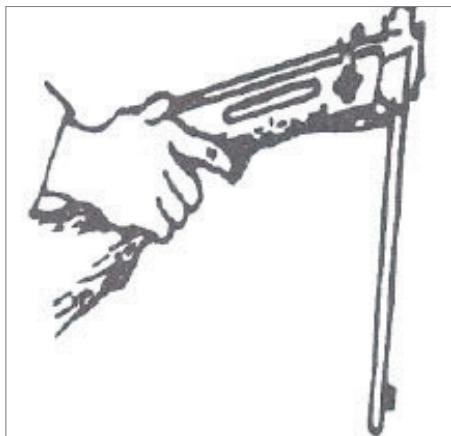

Abb. 2
3. Legen Sie mit der linken Hand eine Kugel in die Kammer und kippen –Sie den Lauf langsam wieder nach oben, bis er einrastet (siehe Abbildung 2).